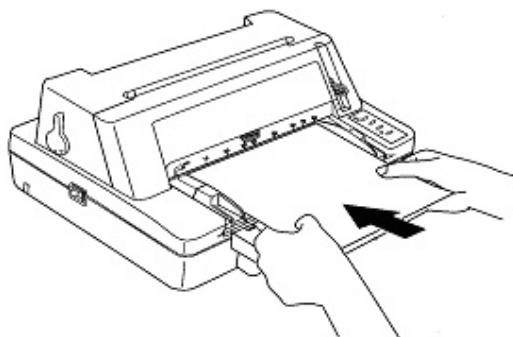

图 3-4 安装单页纸
- 如图 3-4 插入纸张，纸张会自动进入打印位置。如果您将纸斜测定设置为“开”，若纸张有歪斜，打印机会自动检查到并退出纸张。